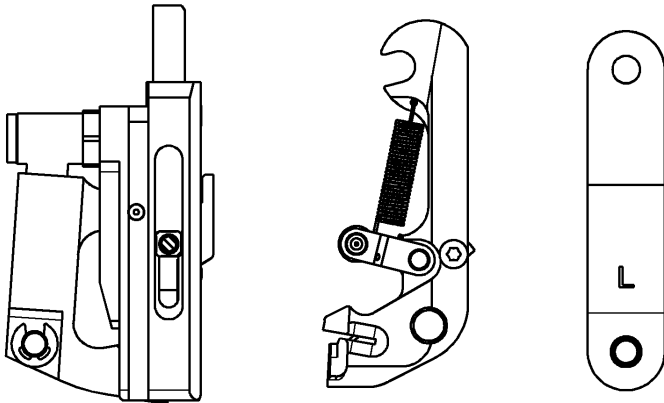
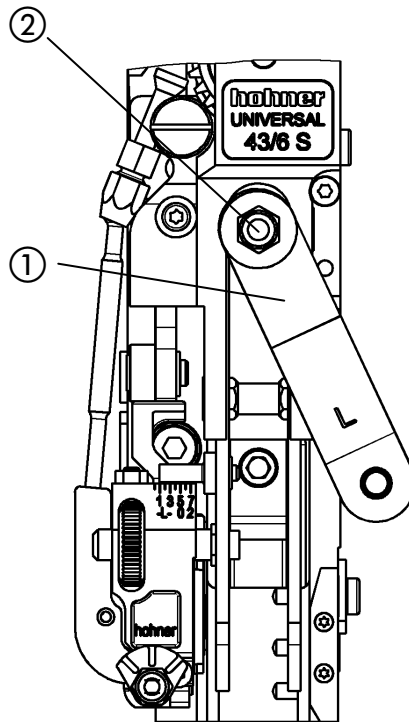
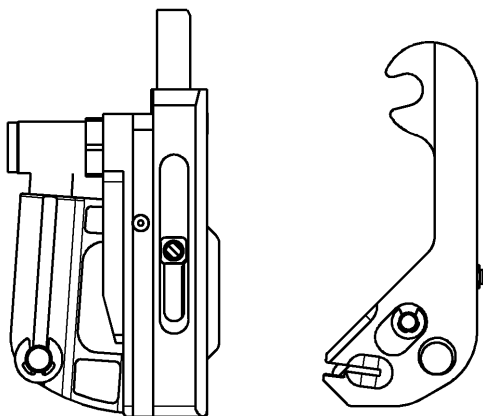

Abb. 20
Abb. 20a
Abb. 21
- Abb. 20 , Abb. 20a und Abb. 21 -